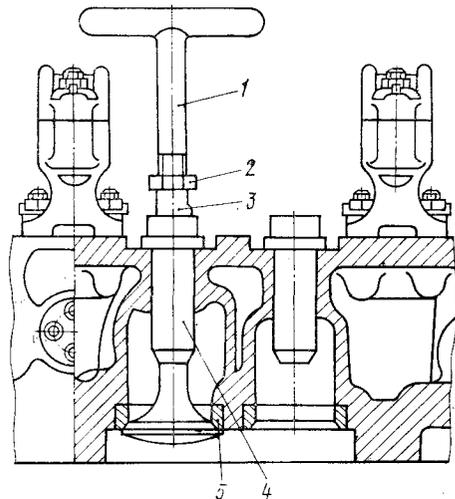

Рис. 120. Приспособление для притирки клапанов: 1 — приспособление; 2 — гайка; 3 — клапан; 4 — направляющая клапана; 5 — седло клапана
- 1) покройте фаску равномерным слоем притирочной пасты и вставьте клапан в гнездо согласно обозначению на головке (рис. 119); цифры от 1 до 12 — гнезда в головке блока (счет со стороны передачи); трехзначная цифра — комплект (номер головки блока), буква с цифрой на головке клапана и тарелке — спаренность. Присоедините приспособление (рис. 120) к стержню клапана и, поворачивая его в обе стороны на $90...120^\circ$, сделайте грубую притирку его к седлу. При поворачивании клапана слегка нажимайте и отпускайте вороток приспособления;